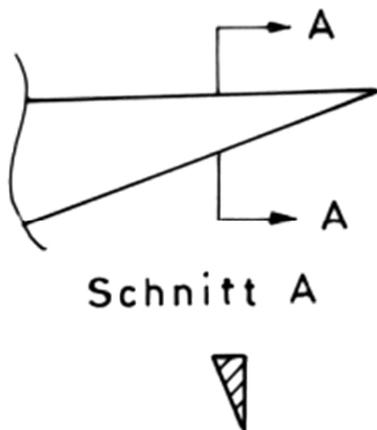

Abb. 3: Zum Einstechen dient ein derartiger Handstechstahl.
- C. Vorstechen zwischen den Scheiben. Hierbei muß die Gleichheit der Rillenabstände beachtet werden Ein gutes Werkzeug für diese Aufgabe ist in Abbildung 3 dargestellt.